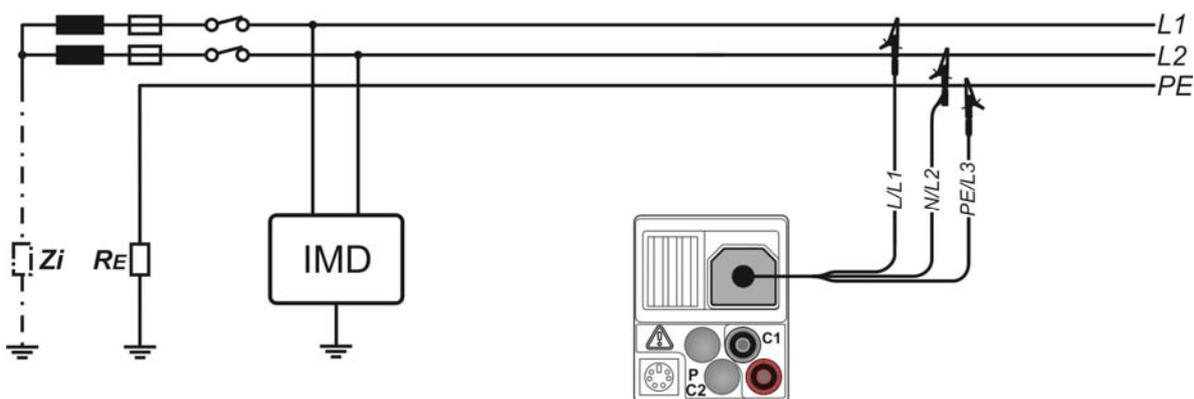
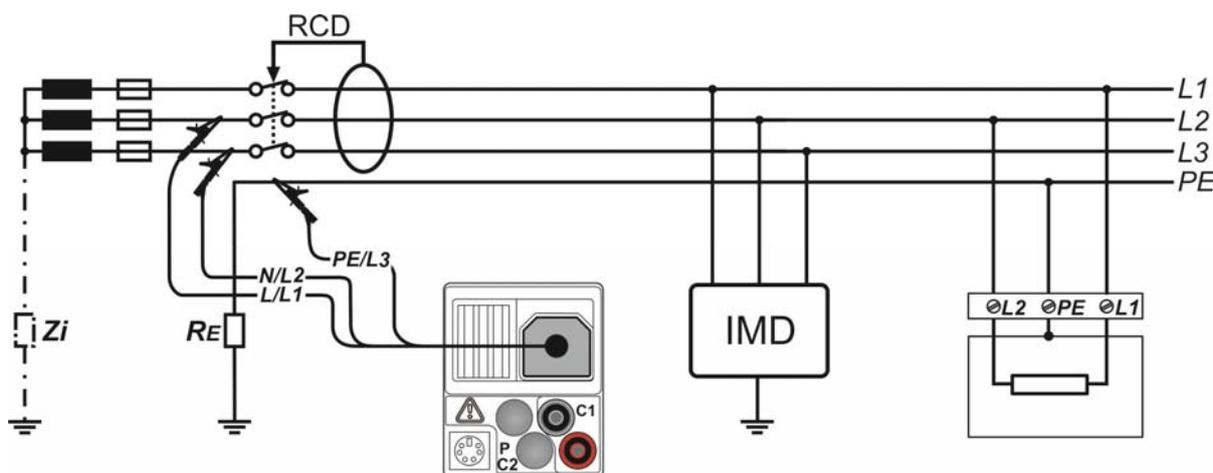

Abbildung 5.54: Messung des höchsten Erstfehler-Ableitstroms mit Dreileiter-Prüfleitung
Abbildung 5.55: Messung des Erstfehler-Ableitstroms für RCD-geschützte Schaltkreise mit Dreileiter-Prüfleitung
- Schließen Sie** die Dreileiter-Prüfleitung oder das Netz-Messkabel an das Messgerät und die geprüfte Anlage (siehe Abbildung 5.54 und Abbildung 5.55).